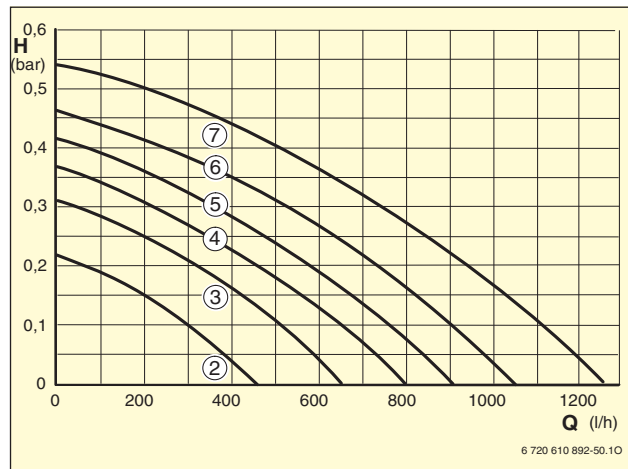

Bild 8 Kennlinien
- Pumpenstufe einstellbar, keine Regelung (Bild 8)
Legende für Bild 8: